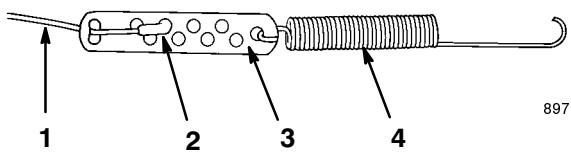

Bild 4
2. Haken Sie die Feder am Rundloch am Ende der Zugeinstellung ein (Bild 4).
3. Sichern Sie das Ende des Bowdenzuges an der Zugeinstellung wie in Bild 4 ab.